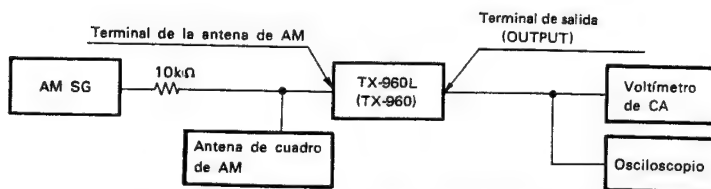

Fig. 11-2 Diagrama de conexión de ajuste de AM
- Conecte como es indicado en la Fig. 11-2.
- Oprima la tecla AM (LW) para fijar el mode AM (LW).